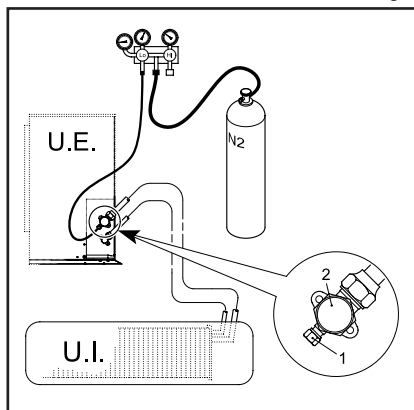

Fig.2
- Les vannes de service de l'unité extérieure étant entièrement fermées, enlever le bouchon de la prise de service (1-Fig.2) et le goulot (2-Fig.2) de la vanne du gaz (la plus grande)